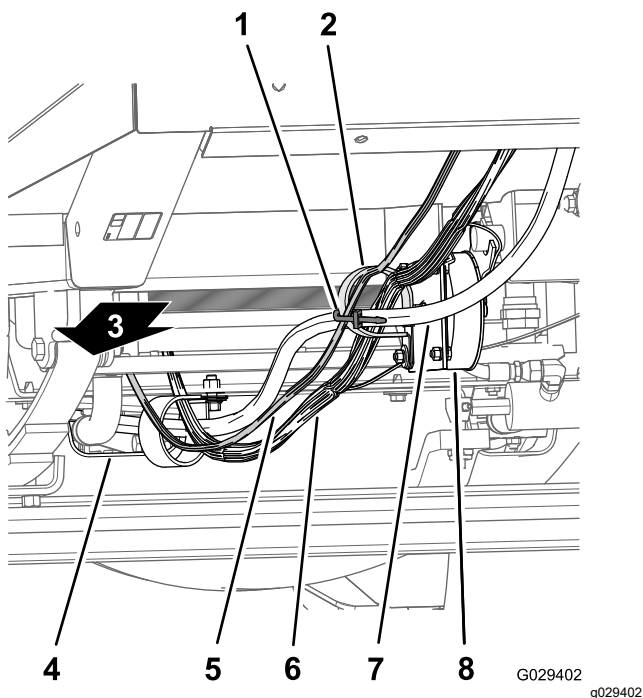

Figura 13
- Inserite la diramazione del cruscotto da 240 cm del cablaggio preassemblato lungo il cablaggio preassemblato e i flessibili dello sterzo della macchina (sotto il radiatore), attraverso il serratubi a R nella parte inferiore del supporto del radiatore, attraverso il serratubi a R nella bobina di controllo della velocità di trasferimento (Figura 13 e Figura 14).
2. Inserite la diramazione del cruscotto da 240 cm del cablaggio preassemblato al serratubi a R sulla bobina di comando della velocità di trazione (Figura 13 e Figura 14).